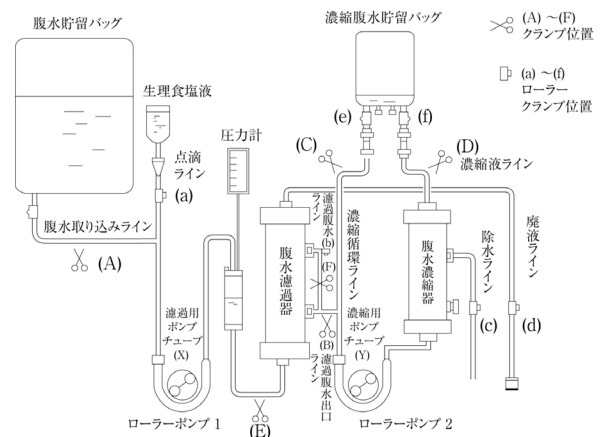

図1 腹水濾過濃縮回路図 (ポンプ法)
- (1) 本品及び回路を図1の回路図に示すとおりに接続する。（濃縮腹水貯留バッグには、この時点では接続しない）。
- ① ローラーランプ(a)は開き、(b)、(c)、(d)は閉じておく。
- ② (B)のランプは開け、(A)、(C)、(D)のランプは閉じておく。
- ③ 濾過用ポンプチューブ(X)のみローラーポンプ1に取りつける。
- (2) 本品の中空糸内側を生理食塩液で洗浄する。
- ① 濃縮液ライン(D)のクランプを開ける。
- ② ローラーポンプ 1 を運転し、腹水濾過器（以下、濾過器とする）の濾過腹水出口ラインから生理食塩液を流す。本品の中空糸内側を生理食塩液で置換しながら、濃縮液ラインより約 500 mL を廃液する。
- ③ 廃液後、ローラーポンプ 1 を停止し、濃縮液ライン(D)のクランプを閉じる。
- (3) 本品の中空糸外側を生理食塩液で洗浄する。
- ① ローラーランプ(c)を開き、ローラーポンプ 1 を運転し、本品の中空糸外側を生理食塩液で置換しながら、除水ラインより約 500 mL 廃液する。
- ② 廃液後、中空糸外側に生理食塩液を置換した状態で、ローラーポンプ 1 を停止し、ローラーランプ(c)を閉じる。